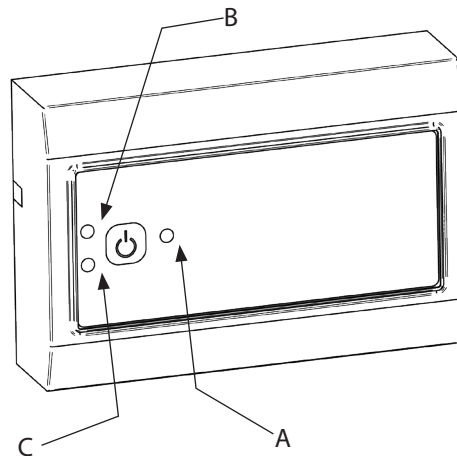

Fig.10
- Druk op de AAN/UIT toets (fig. 10-A).
- Om het systeem uit te schakelen, drukt u nogmaals op de AAN/UIT toets (fig. 10-A).
Indicatie LED (Fig. 10-B)
Indicatie LED (fig. 10-B)	Omschrijving
Alarm LED (Fig. 10-C)
Gedurende minimaal 4 seconden op de ON/OFF-toets (fig. 10-A) drukken verhoogt de snelheid van de rookgasafzuiging in bedrijf. Deze verhoogde snelheid wordt weer geannuleerd als de regelunit wordt uitgeschakeld.